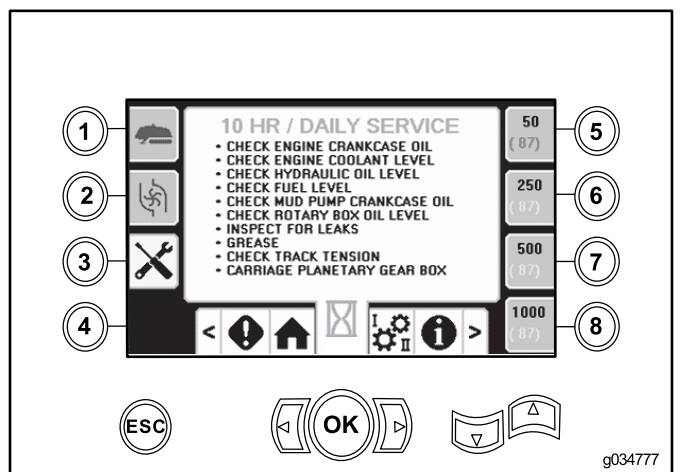

Figure 42
- Bouton 3 – calendrier d'entretien à 10 heures/journalier (Figure 42)